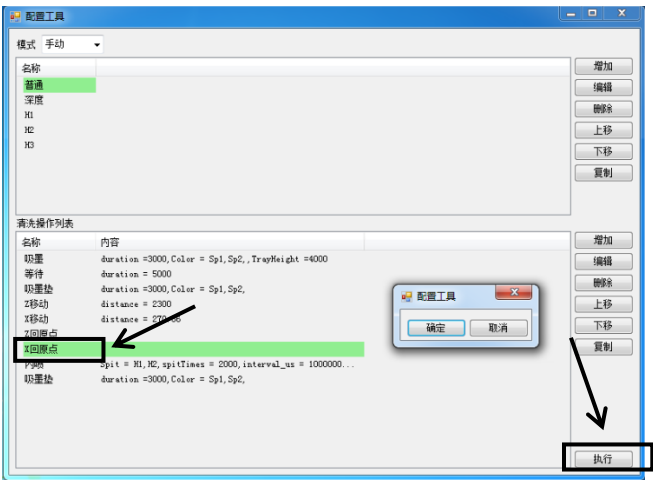

图 7.17 X 回原点
8、鼠标左键单击 X 回原点—>执行,小车右移回到原点。如图 7.17。